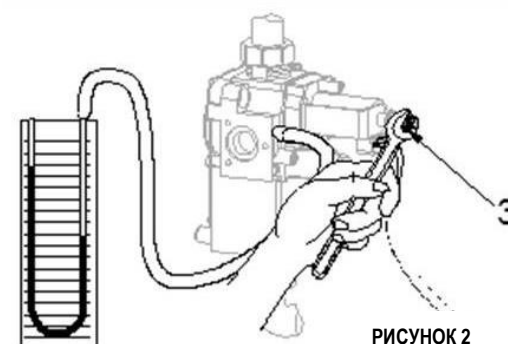

РИСУНОК 2
- Поверните гайку 3 с помощью гаечного ключа на 10 (см. рисунок 2), удерживая винт 4, и отрегулируйте давление до значения, указанного в таблице 1.